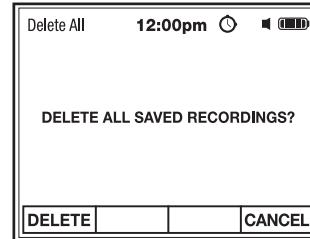

Fig. 16
2. Pulse el botón de función F1 para BORRAR todas las grabaciones (Fig. 16).
3. Pulse el botón de función F4 para CANCELAR y volver al Menú de Grabacione sin borrar (Fig. 16).